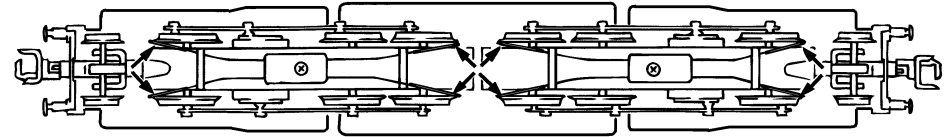

Fig. 9
3. Haftreifenwechsel: Zuerst die Gestängeschrauben mit einem Steckschlüssel herausdrehen. Danach den **Haftreifen** mit einer Nadel od. mit einem feinen Schraubendreher abziehen (Fig. 9). Beim Aufziehen der neuen Haftreifen wdarauf achten, dass diese sich nicht verdrehen.
3. Change of traction tyre: Lift off **traction tyre** using a pin or a fine screwdriver (fig. 9). When pressing on the new traction tyre please **avoid twisting it**.
3. Échange des bandages d'adhérence: Soulever les bandages d'adhérence à l'aide d'une aiguille ou d'un petit tournevis et enlever entr la roue et la bielle d'accouplement (fig.9). Lors du montage des nouveaux bandages veuillez veiller à ce que les bandages **ne soient pas tor-dues**.